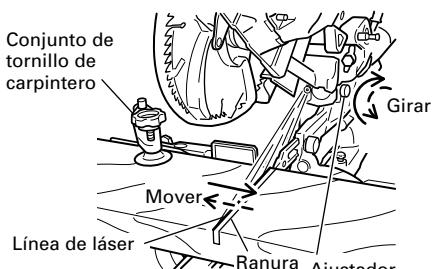

Fig. 20
(1) Encienda el marcador láser y efectúe una ranura de aproximadamente 3/16" (5mm) de profundidad en una pieza de trabajo de unos 25/32" (20mm) de alto y 5-29/32" (150mm) de ancho. Sostenga la pieza de trabajo ranurada mediante el tornillo de carpintero tal como está, y no la mueva. Para el trabajo de ranurado, refiérase a "11. Procedimientos de corte de ranuras" en la página 78.
(2) Luego, gire el ajustador y desplace la línea de láser. (Si gira el ajustador en el sentido de las agujas del reloj, la línea de láser se desplazará hacia la derecha y si lo gira en sentido contrario a las agujas del reloj, se desplazará hacia la izquierda.) Cuando trabaja con la línea de tinta alineada con el lado izquierdo de la hoja de sierra, alinee la línea de láser con el extremo izquierdo de la ranura. (Fig. 20) Cuando la alinee con el lado derecho de la hoja de sierra, alinee la línea de láser con el lado derecho de la ranura.
(3) Tras ajustar la posición de la línea de láser, trace sobre la pieza de trabajo una línea de tinta en ángulo recto y alinee la línea de tinta con la línea de láser. Cuando alinee la línea de tinta, deslice gradualmente la pieza de trabajo y asegúrela con el tornillo de carpintero en la posición en que la línea de láser coincide con la línea de tinta.